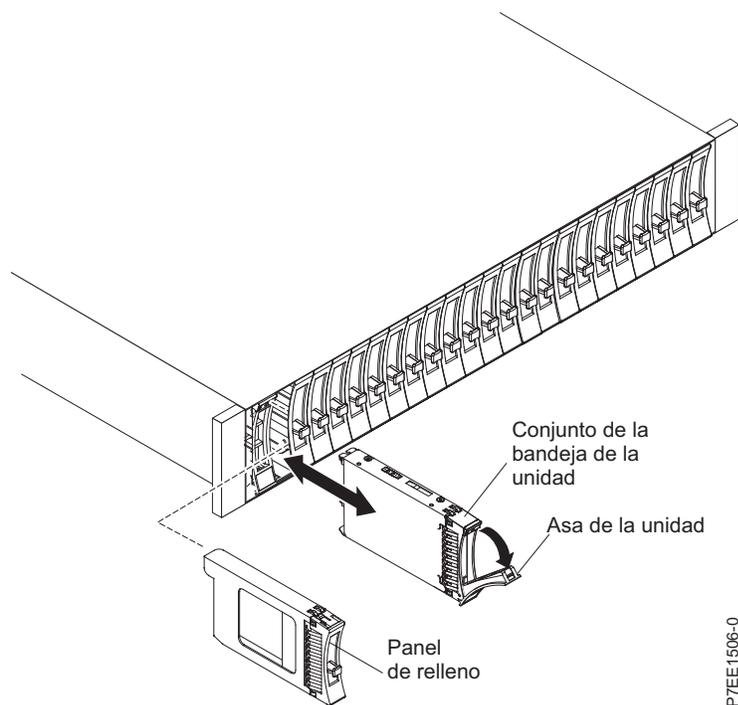

Figura 53. Extracción de una unidad de Alojamiento de unidad de disco 5887
4. Agarre la parte frontal de la unidad y tire de ella hacia fuera de la ranura, sujetándola por la parte inferior de la unidad, como se muestra en Figura 53.